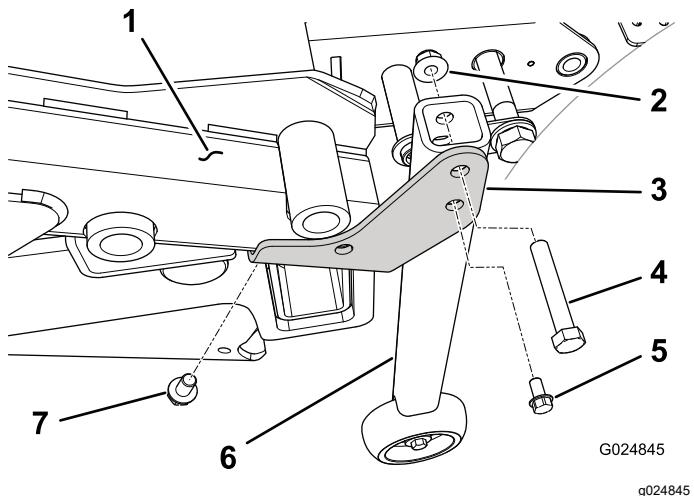

Figure 48
3. Pour les groupes de déplacement dont le numéro de série est postérieur à 31300001, fixez un support de conversion (droit ou gauche) à la face inférieure du coin arrière approprié du cadre du tablier à l'aide d'une vis autotaraudeuse ($\frac{3}{8}$ x $\frac{5}{8}$ po) (Figure 48).
4. Fixez le galet à chaque support de conversion à l'aide d'un boulon ($\frac{3}{8} \times 2\frac{1}{4}$ po) et d'un écrou à embase (Figure 48).